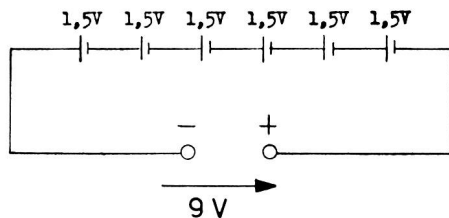

Fig. 20
4. La batterie. Les éléments électrolytiques ont l'inconvénient de ne produire que de très faibles tensions (1,5 à 2 volts). En pratique on a besoin, en général, de tensions plus élevées. On résout ce problème en connectant plusieurs éléments en une batterie (d'éléments). Dans ce cas on connecte tous les éléments en série (fig. 20).